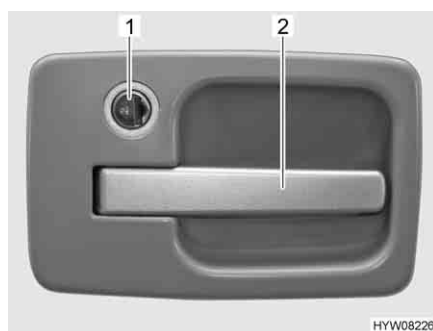

Fig. 29 Serratura della porta di ingresso, lato esterno
- Inserire la chiave nel cilindro della serratura (Fig. 29,1) e ruotarla sul simbolo "G". La serratura della porta è sbloccata.
- Tirare la maniglia della porta (Fig. 29,2). La porta è aperta.
- Inserire la chiave nel cilindro della serratura (Fig. 29,1) e ruotarla sul simbolo . La serratura della porta è bloccata.